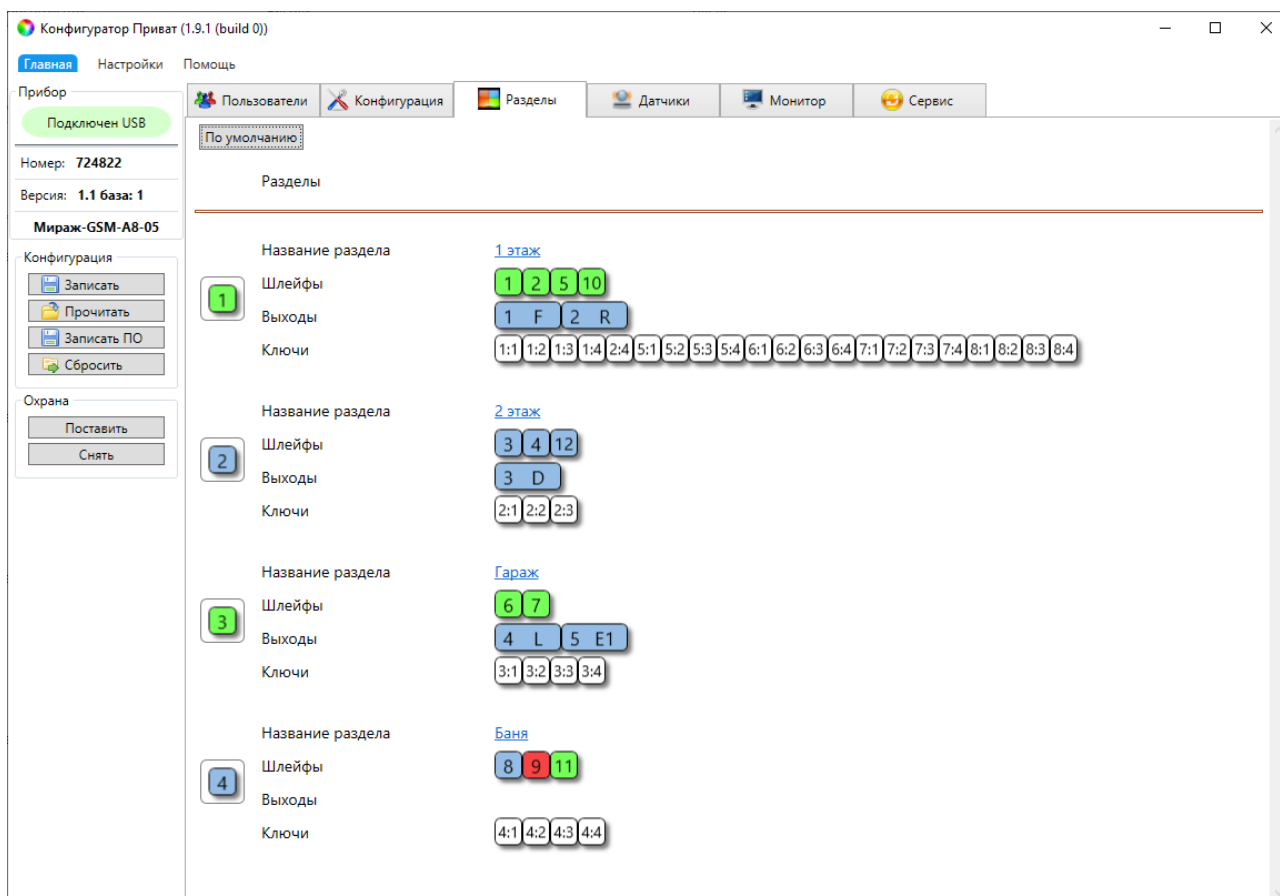

Рисунок 13.3 — Распределение радиоустройств по 4 разделам в конфигурации контроллера Мираж-GSM-A8-05 (STEMAX Приват)
- *Раздел*: выберите раздел радиоустройства в раскрывающемся списке в поле *Раздел* на вкладке *Датчики* программы *STEMAX Конфигуратор*. В программе *STEMAX Приват* это поле отсутствует. В этой программе левой кнопкой мыши перетаскивайте значок радиоустройства в нужную область на вкладке *Разделы* программы (см. рисунок 13.3).